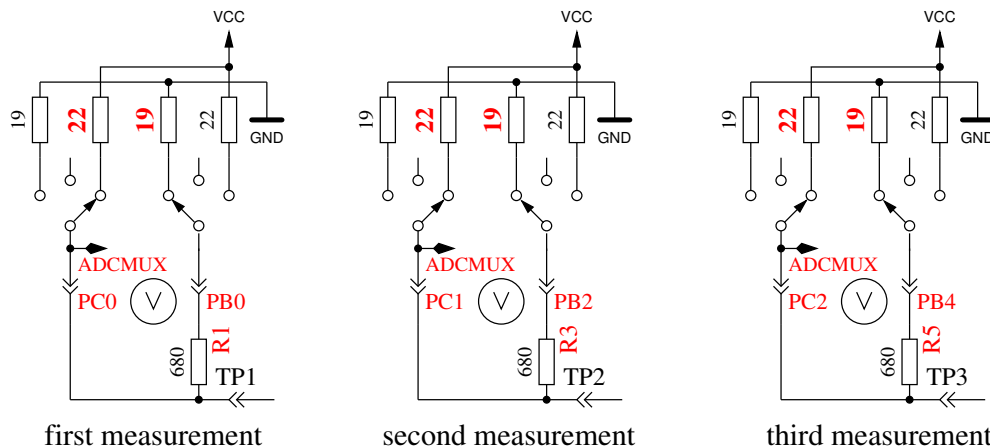

Abbildung 5.46: Messung des Innenwiderstandes des auf VCC geschalteten Port-C-Ausgängen.
8. **Messung des Innenwiderstandes von auf VCC geschalteten Port-Ausgängen.** Der benötigte Strom wird von auf GND geschalteten 680Ω-Widerständen geliefert. Es ist die gleiche Messung wie die in Test 7 zur anderen Seite, wie in Abbildung 5.46 gezeigt wird. Der Innenwiderstand wird wie folgt berechnet: $(5001 - (ErgebnisvonTest7) - (ErgebnisvonTest8))/680$. Die Widerstandswerte ergeben sich, wenn die gemessene Spannung durch diesen Strom dividiert wird. Der gefundene Mittelwert der Innenwiderstände der Ausgabe-Ports wird im EEprom festgehalten. Das Ergebnis für diesen Test wird dann in Zeile 1 mit dem Text „RI_Hi=“ in Ω angezeigt, der Innenwiderstand zur GND-Seite wird in Zeile 2 mit dem Text „RI_Lo=“ angezeigt. Diese Werte stehen dann für weitere Messungen zur Verfügung.